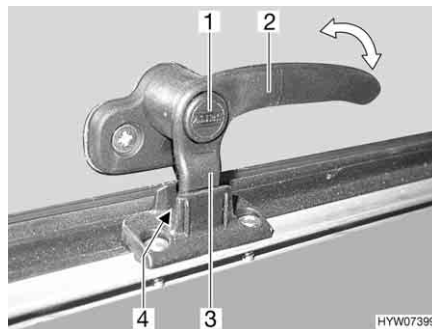
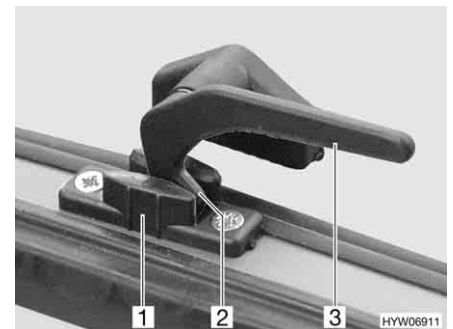

Fig. 67 Levier de verrouillage avec bouton de sécurité en position "Aération permanente"
Fig. 68 Levier de verrouillage en position "Aération permanente"
- En position "Aération permanente" (Fig. 67 et Fig. 68)
- S'il existe, appuyer sur le bouton de sécurité (Fig. 67,1) et le maintenir enfoncé.
- Tourner tous les leviers de verrouillage (Fig. 67,2 ou Fig. 68,3) d'un quart de tour vers le centre du lanterneau.
- Remettre tous les leviers de verrouillage en position initiale. Le tenon de verrouillage (Fig. 67,3 ou Fig. 68,2) doit pénétrer dans le logement du verrouillage du lanterneau (Fig. 67,4 ou Fig. 68,1).